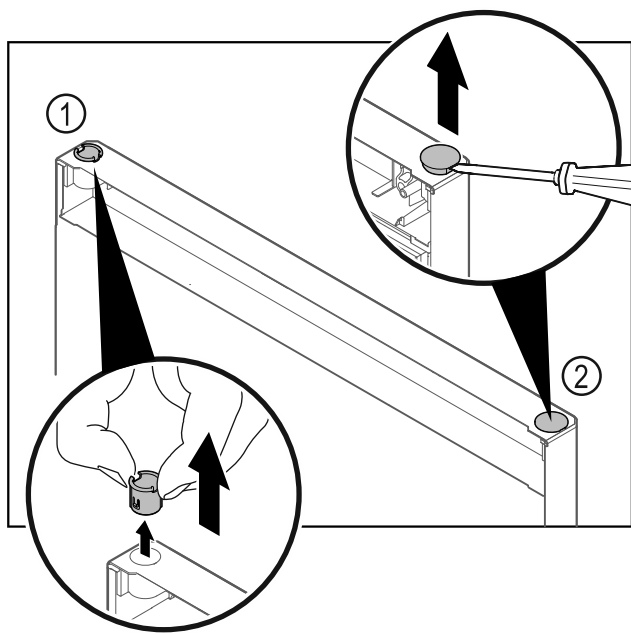

Fig. 14
- ▶ Пальцами вытяните шарнирную втулку *Fig. 14 (1)*.
- ▶ Шлицевой отверткой осторожно подцепите и извлеките заглушку *Fig. 14 (2)*.